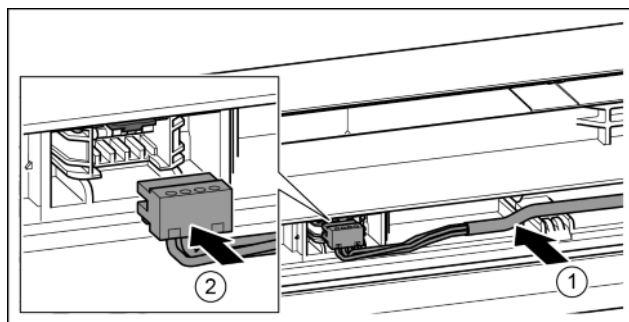

Fig. 36
- Вставить серый кабель в направляющую в верхней двери. Fig. 36 (1)
- Зафиксировать штекер. Fig. 36 (2)